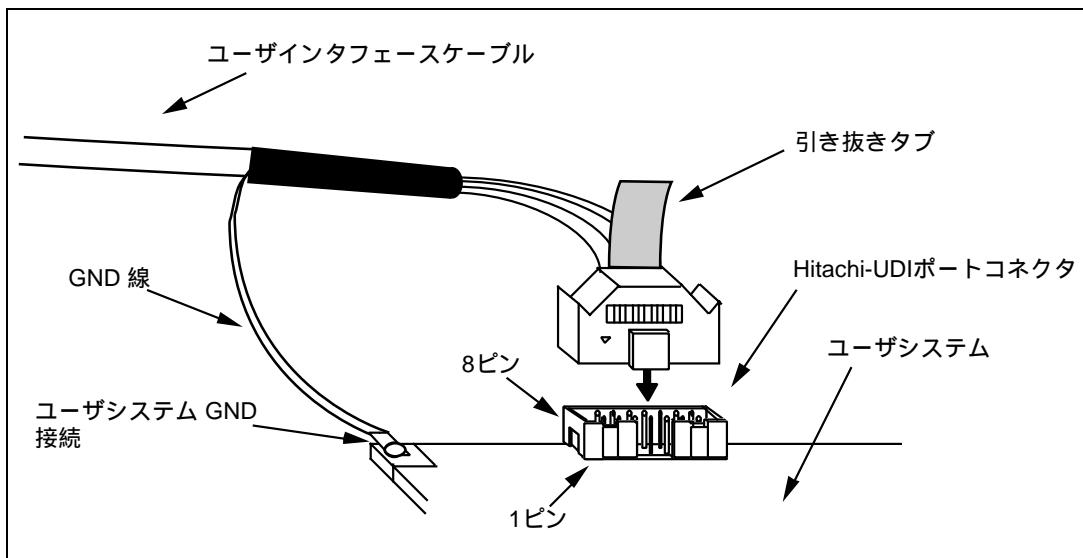

図 2.4 14 ピンストレートタイプコネクタ使用時のユーザシステム側のユーザインターフェースケーブル接続方法
- (2) ユーザインタフェースケーブルコネクタの信号TDOは、Hitachi-UDIポートコネクタのTDIに、ユーザインタフェースケーブルコネクタの信号TDIはHitachi-UDIポートコネクタのTDOに接続できるよう、Hitachi-UDIポートコネクタのピン配置には注意してください。Hitachi-UDIポートコネクタのピン配置は「6.2 Hitachi-UDIポートコネクタのピン配置」を参照してください。
- (3) 14ピンストレートタイプコネクタ使用時のユーザインタフェースケーブルの接続方法を図2.4に示します。ケーブルのGND線はユーザシステムのGNDに接続してください。また、GNDにネジ止めする場合は 3(mm)のネジを用意してユーザシステムのGNDに接続してください。